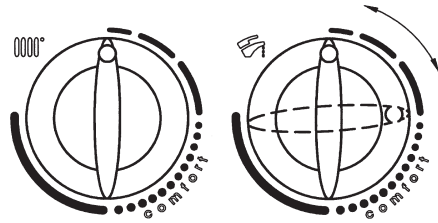

Fig. 28B
- 2) Starting in this position, quickly turn control knob 7 twice consecutively clockwise through about a 1/4 turn as shown in figure 28B.
- 2) lorsque le bouton 7 est sur cette position, le faire tourner 2 fois de suite rapidement (~ 1/4 de tour) dans le sens des aiguilles d'une montre comme le montre la figure 28B.